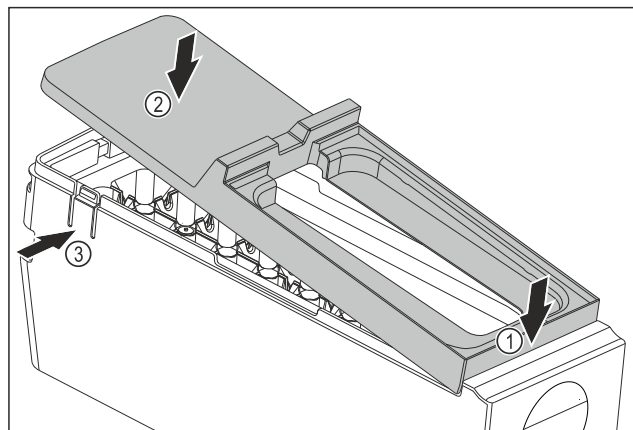

Fig. 89
- Montirajte poklopac tijela sustava EasyTwist-Ice: Postavite poklopac srijeda. Fig. 89 (1)
- Spustite poklopac straga. Fig. 89 (2)
- Poklopac će se čujno uglaviti u oba jezička Fig. 89 (3).